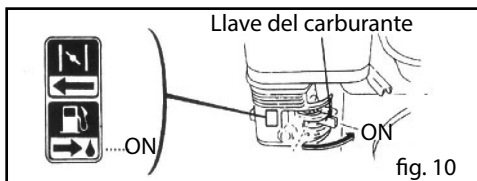

fig. 10
6. Coloque la llave del carburante en posición ON (Fig. 10).